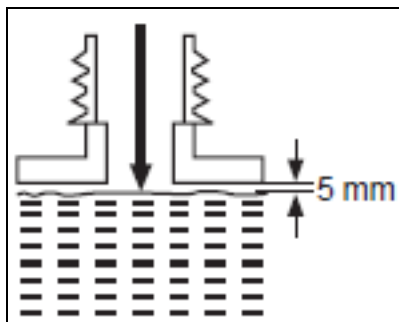

Fig.7
- Svitare il tappo del serbatoio e toglierlo. (fig. 7)